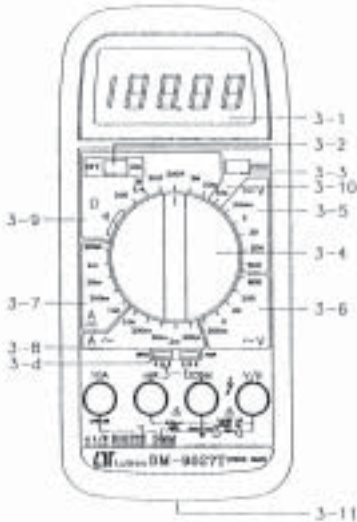

fig.1
1. Slå på multimeteret med On / Off knappen (3-2, Fig. 1).
For å låse måleverdien i displayet før Hold knappen mot siden (3-3, Fig. 1).
- 1) Løsne skruen fra batterirom. Ta bort batteriluken (3-11, Fig. 1) og ta ut batteriet. (Kast det ikke i naturen.)
- 3) Løsne skruen i batterirommet. Ta bort batteriluken, (3-11, Fig. 1) og ta ut den ødelagte sikringen.